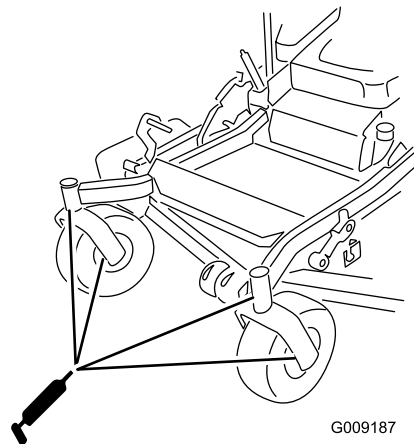

Figure 48
10. Remettez le bouchon hexagonal et le capuchon antipoussière en place (**Figure 48**).